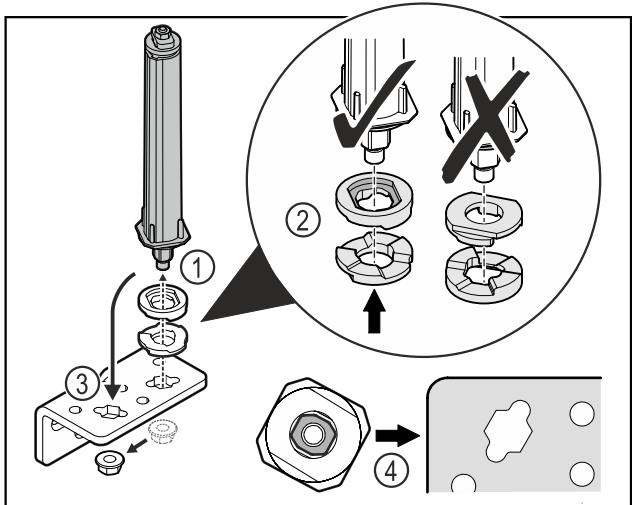

Fig. 41
► Otpustite maticu i skinite sustav zatvaranja vrata Fig. 41 (1).
- Pazite na ispravno poravnanje pločica za namještanje visine Fig. 41 (2).
- Premjestite sustav zatvaranja vrata u kutnim šarkama i pričvrstite ga maticom Fig. 41 (3).
- Pri umetanju pazite na ispravno poravnjanje sustava zatvaranja vrata Fig. 41 (4).